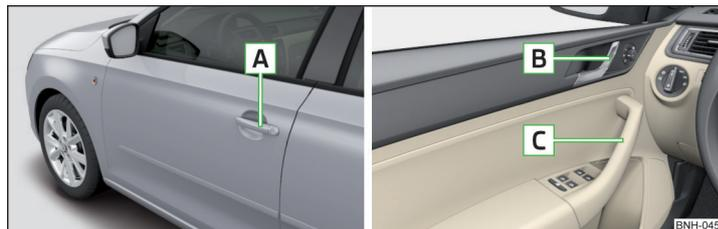

Fig. 32 Tirador/palanca de apertura de la puerta
- Tirar de la manilla de la puerta **A** » fig. 32 correspondiente.